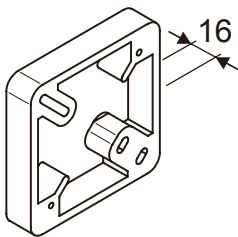
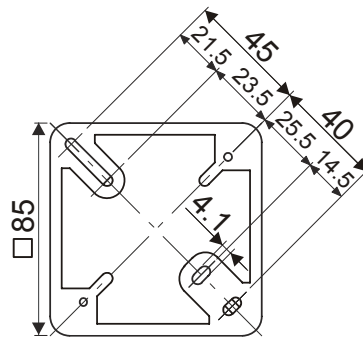

Рис. 7
Рис. 8
1. Закрепите дополнительное основание AI330 на стене или в гнезде для скрытого монтажа с помощью двух винтов, \varnothing макс. 4 мм (рис. 7, рис. 8).